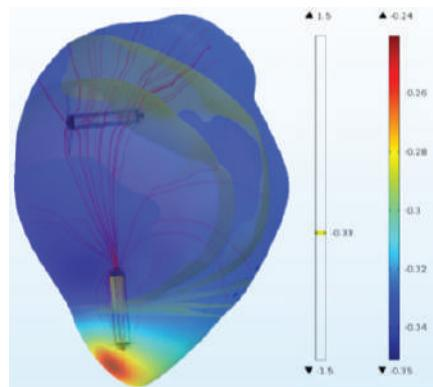

図 4 最悪のケース(左)と最良のケース(右)のRAカプセルの位置。
カプセルは2つの異なる向きで調査し、いずれもチャネル距離は9 cmでした。シミュレーションは、COMSOL Multiphysics® のアドオン製品である AC/DC モジュールの電流インターフェースを用いた準静力学的アプローチで行い、40 kHz から 20 MHz の周波数範囲でチャネルの減衰を計算しました。図4の結果は、ワーストケースシナリオ (垂直) とベストケースシナリオ (平行) の右心房 (RA) カプセルの位置を示しています。ベストケースのシナリオでは、受信ダイポールにかかる差動電圧が高くなっています。両シナリオの減衰レベルを図5